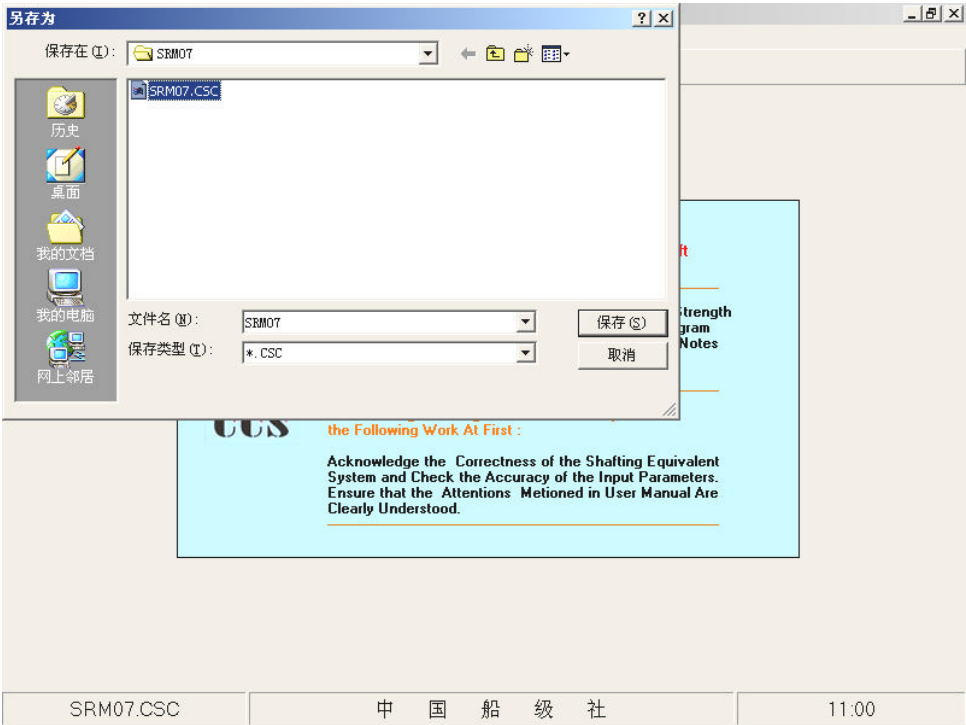

图 5.3
- 若计算模型数据是新的，未输入文件名，则选择主菜单“文件”中的“保存”，程序将弹出对话框，要求输入需要保存的数据文件名，如图 5.3 所示。如当前模型数据已输入了文件名，则单击“保存”子菜单，程序将自动把当前的数据保存在已打开的数据文件中。